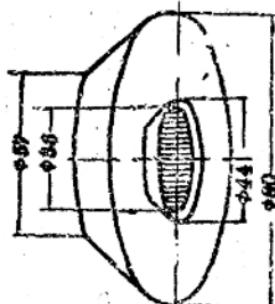

图 1-11 剪圆刀
**剪圆刀** 利用工具钢，经过车床加工制成。它的尺寸和形状见图1-11。从图上可以看到，刀前面突出的部分是为了保持